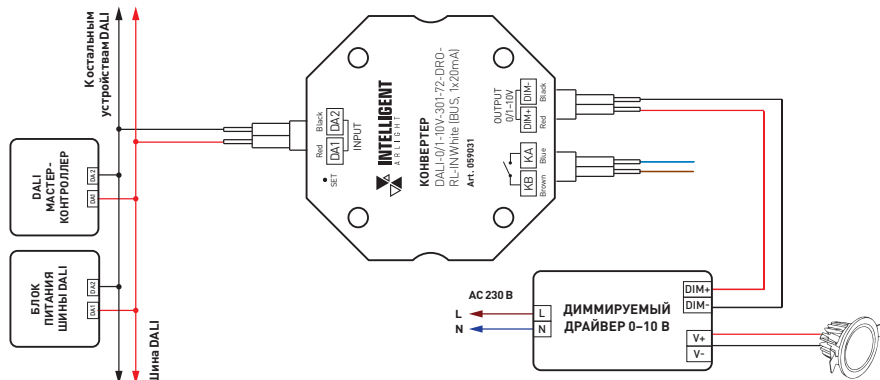
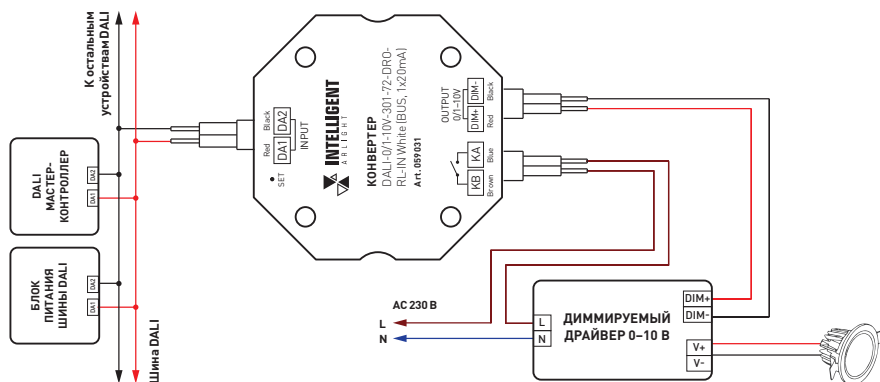

Рис. 2. Подключение конвертера в режиме 0–10 В
Рис. 3. Подключение конвертера в режиме 1–10 В
- 3.2. Подключите конвертер в соответствии со схемами на рис. 2 и рис. 3.